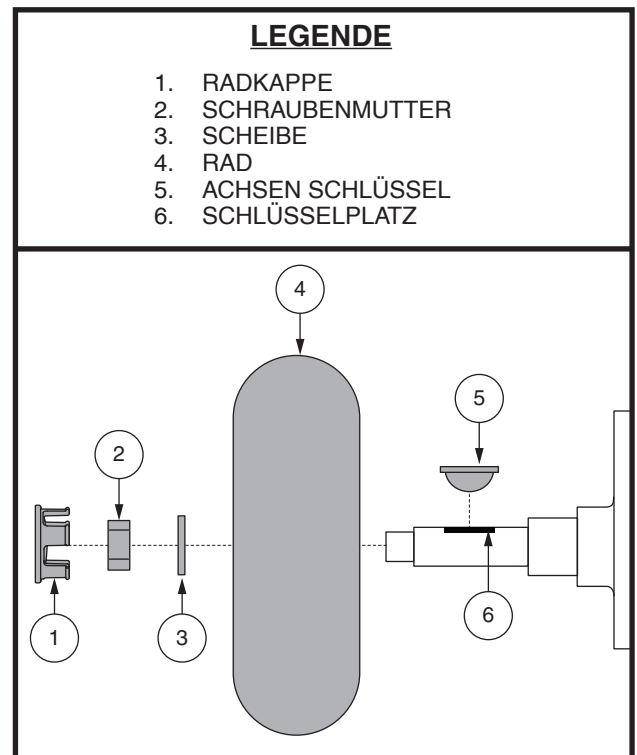

Abb. 20. Reifenradenthebung
3. Entfernen Sie die Schraubenmutter und Unterlegscheibe des Antriebsrades von der Radnabe. **Siehe Abb. 20.**